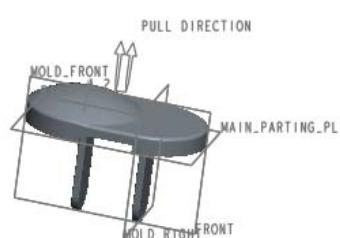

图 13.3 参照件组装完成后
(3) 指定第三个约束。单击 字符, 在“约束类型”下拉列表中选择 重合, 选取参考件的 FRONT 基准平面为元件参考, 选取装配体的 MOLD_FRONT 基准平面为组件参考。
(4) 至此, 约束定义完成, 在操控板中单击 按钮, 系统自动弹出“创建参考模型”对话框, 单击 按钮, 完成后的结果如图 13.3 所示。